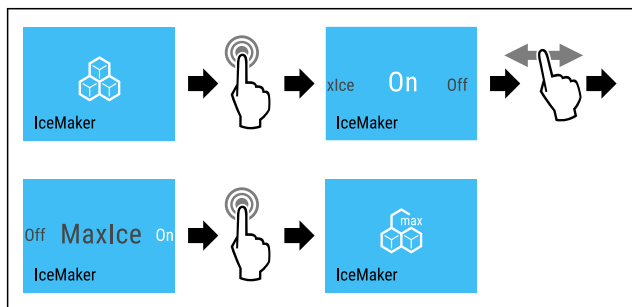

Fig. 18
- ▶ Ejecutar los pasos (consulte Fig. 18) .